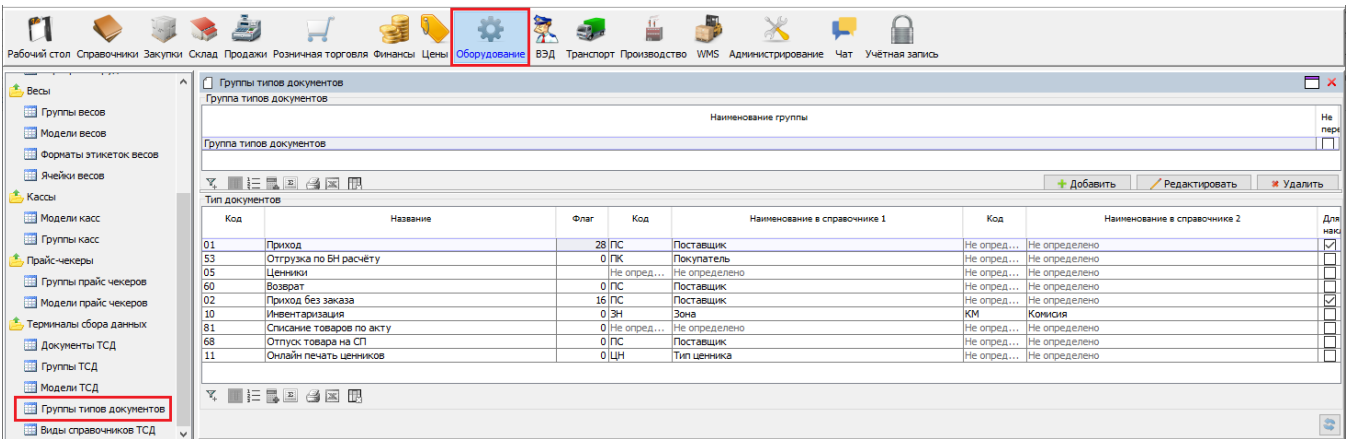

Рис. 2. Настройка типов документов для ТСД.
2) На форме *Оборудование\Терминалы сбора данных\Группы типов документов* указываются все типы документов (операций), применяемые на ТСД – Приход, Отгрузка по б/н расчету, Инвентаризация и др. (рис.2.).